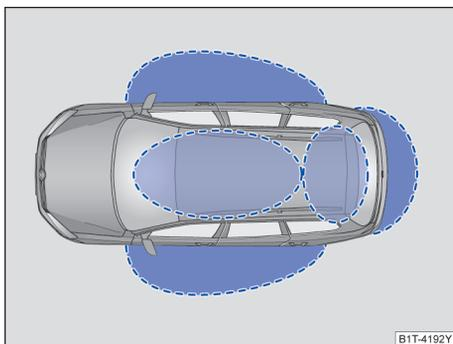
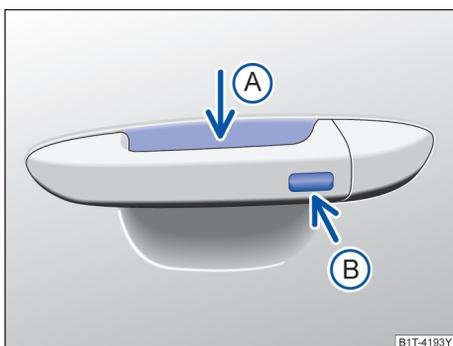

图 56 无钥匙进入闭锁/启动系统：工作范围
图 57 无钥匙系统 Kessy：车门拉手上的传感区
厢盖的有效感应区域内 → 图 56，同时触摸车门拉手上的传感区之一 → 图 57 或按压行李厢盖上的按钮进行简单操作即可实现。
如果有一把有效遥控钥匙在接近范围 → 图 56 内，则无钥匙系统 Kessy 会将访问权限授予该钥匙。紧接着可以在不主动操作遥控钥匙的情况下执行以下功能：
- 抓住车门拉手 → 图 57（箭头 A）。
- 触摸车门拉手上的传感区 → 图 57（箭头 B）一次。汽车锁止。
如果在行李厢盖的接近范围内 → 图 56 有一把有效的遥控钥匙。
- 要便捷关闭所有电动车窗和天窗，请用手指按住车门拉手上的传感区→图 57几秒钟。
- 松开传感区→图 57即可中断该功能。如果在松开车门拉手上的传感区→图 57后立即将手放入内，则所有车窗停在原位（安全功能）→第 70 页。
如果有水柱或水流从车门把手传感器→图 57（箭头）处暂时移开，然后又移回（例如洗车时），则所有车窗均有可能打开→第 62 页，便捷功能。